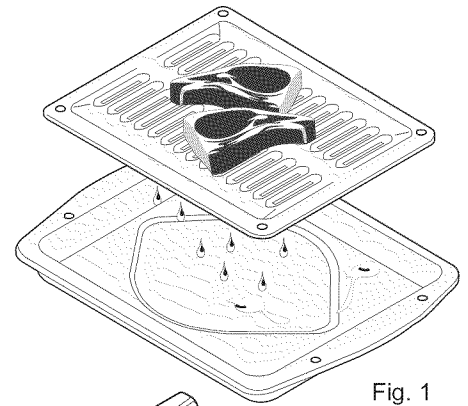

Fig. 1
5. Coloque el inserto en la asadera, luego coloque la comida sobre el inserto (ver Fig. 1; algunos modelos). **NO** use la asadera sin el inserto ni lo cubra con papel de aluminio. La grasa expuesta se puede incendiar.
6. Coloque la asadera sobre la parrilla del horno. **Para asar, abra la puerta del horno hasta la posición tope de asar a la parrilla** (ver Fig. 1).